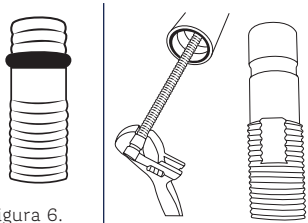

Figura 6.
2. Verifica que el vástago de extensión tenga bien colocado su empaque (ver Fig. 6) e insértalo en la entrada del Grifo para el agua purificada (es la perforación del lado de la manija pequeña del Grifo). Hay que presionar hacia adentro el vástago para empezar a roscar; ten cuidado de no dañar el empaque. Puedes apretar el vástago con ayuda de una perica, colocándola en la sección plana del vástago, donde no hay cuerda, ubicada en la parte inferior del vástago (ver Figura 6). Si usas perica, aprieta moderadamente; cuida de no apretar con fuerza excesiva ya que puedes dañar el empaque o la rosca interna del Grifo.